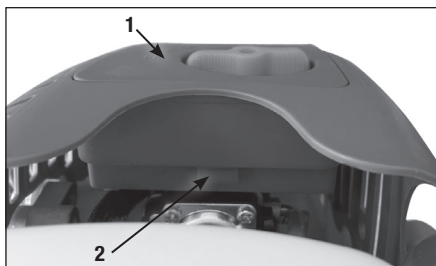

Рис. 16 Снятие крышки
1. Нажмите на фиксатор 2 крышки воздушного фильтра и снимите крышку 1 воздушного фильтра (Рис. 16). Фиксатор крышки воздушного филь-
тра находится за корпусом воздушного фильтра со стороны топливного бака и карбюратора (Рис. 16).